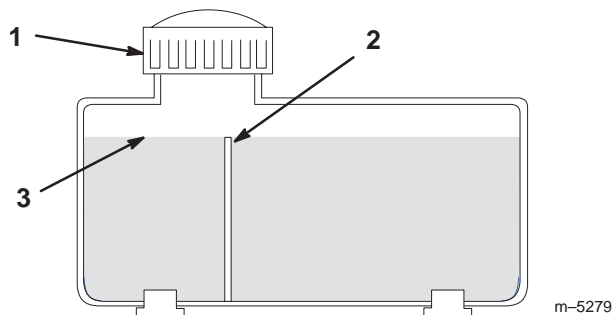

Bild 80
2. Reinigen Sie den Bereich um den Füllstutzen des Hydrauliktanks (Bild 80).
3. Schrauben Sie den Deckel vom Einfüllstutzen ab. Kontrollieren Sie die Innenseite, um nachzuprüfen, ob Öl im Behälter ist (Bild 80).
Hinweis: Wenn das Öl warm ist, muss der Ölstand die Oberseite des Ablenkens erreichen (Bild 80).